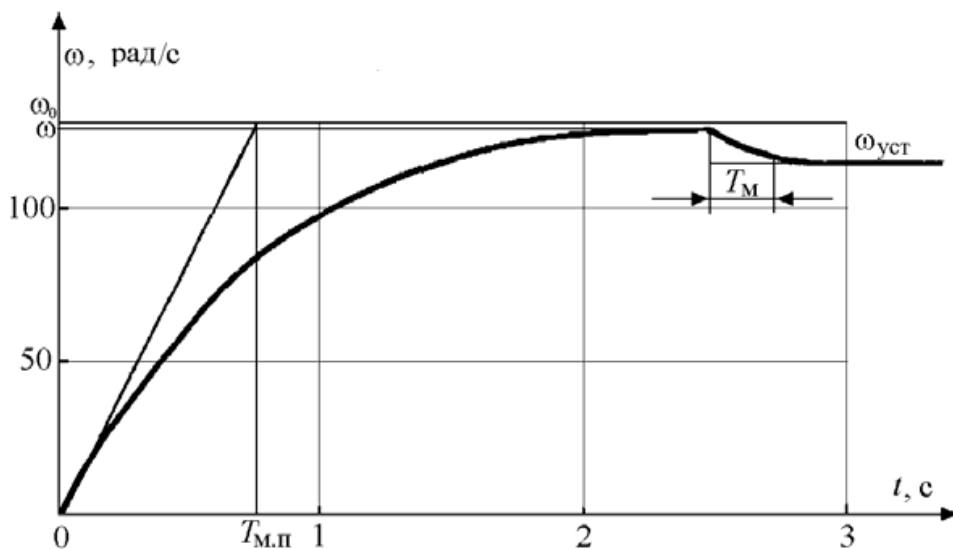

Рис.10. Характеристики при пуске и приложении нагрузки
**Задача 19.** Определить, какой характер будут иметь переходные процессы при пуске двигателя постоянного тока независимого возбуждения вхолостую с приложением через 2,6 с номинального момента нагрузки (рис.10). Пуск производится подачей номинального напряжения на якорь двигателя с включенной обмоткой возбуждения.